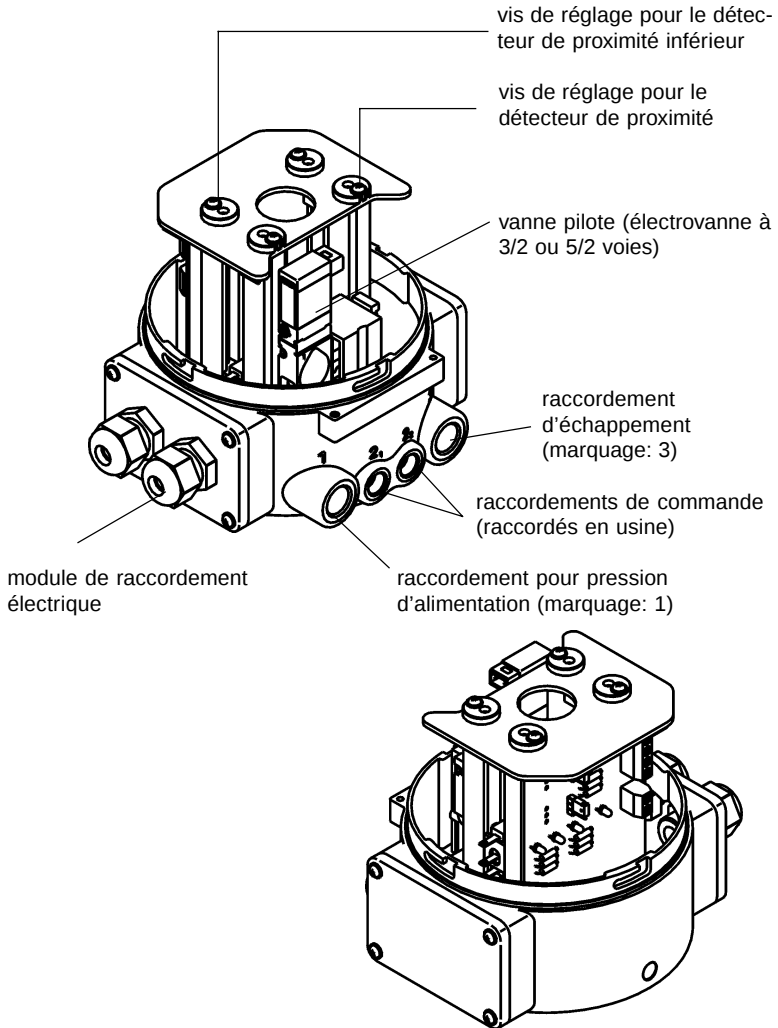

Figure1: Structure de la TopControl ON/OFF, couvercle enlevé
La *TopControl* ON/OFF (figure 1) est de construction modulaire, de façon à ce que diverses extensions et concepts de connexion électrique puissent être réalisés.
Les positions de détecteurs de proximité resp. les positions limites peuvent être modifiées par l'exploitant au moyen de vis de réglage (figure 1).
- Connectez la pression d'alimentation sur le raccordement de pression 1 (voir figure 1) (3..7 bar; air d'instrument, exempt d'huile, d'eau et de poussière)
- Montez la conduite d'évacuation ou le silencieux sur le raccordement d'évacuation 3 (figure 1)